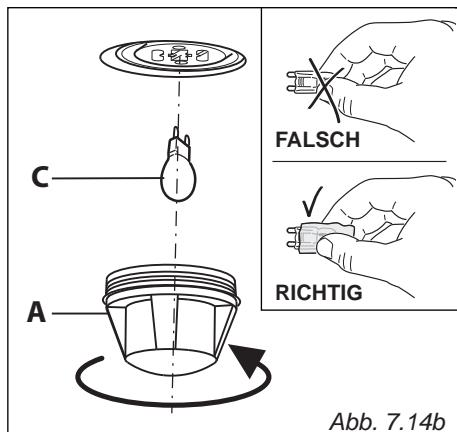

Abb. 7.14b
- Entfernen Sie die Schutzabdeckung "A" (Abb. 7.14b).